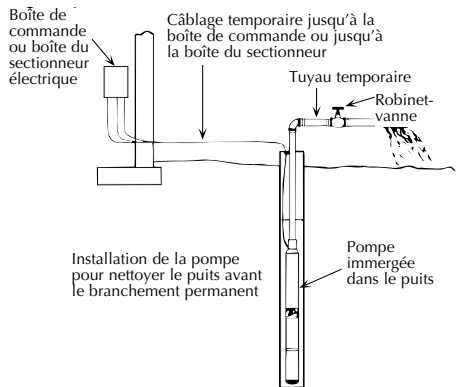

FIGURE 11 – Branchement temporaire pour nettoyer le puits avant la mise en service
1. Brancher un coude de tuyau, une petite longueur de tuyau et un robinet-vanne sur le refoulement de la pompe, côté tête du puits (se reporter à la Figure 11).
5. Ouvrir de 1/3 le robinet-vanne du tuyau de refoulement; démarrer la pompe (se reporter à la Figure 11).